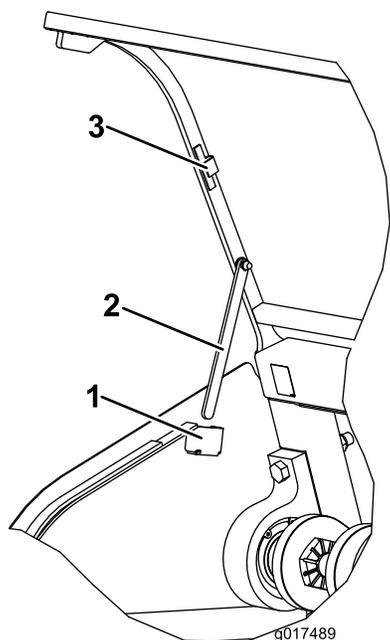

Figura 34
- Em cada lado, incline a barra de apoio para baixo do suporte de armazenamento magnético e insira-a no encaixe da barra de apoio (Figura 34).